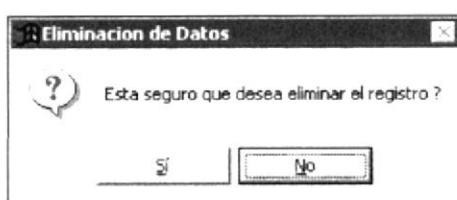

Figura 7.8 Mensaje de Confirmación
4. Le aparecerá el mensaje donde seleccionará el botón  o el botón  de la Figura 7.8